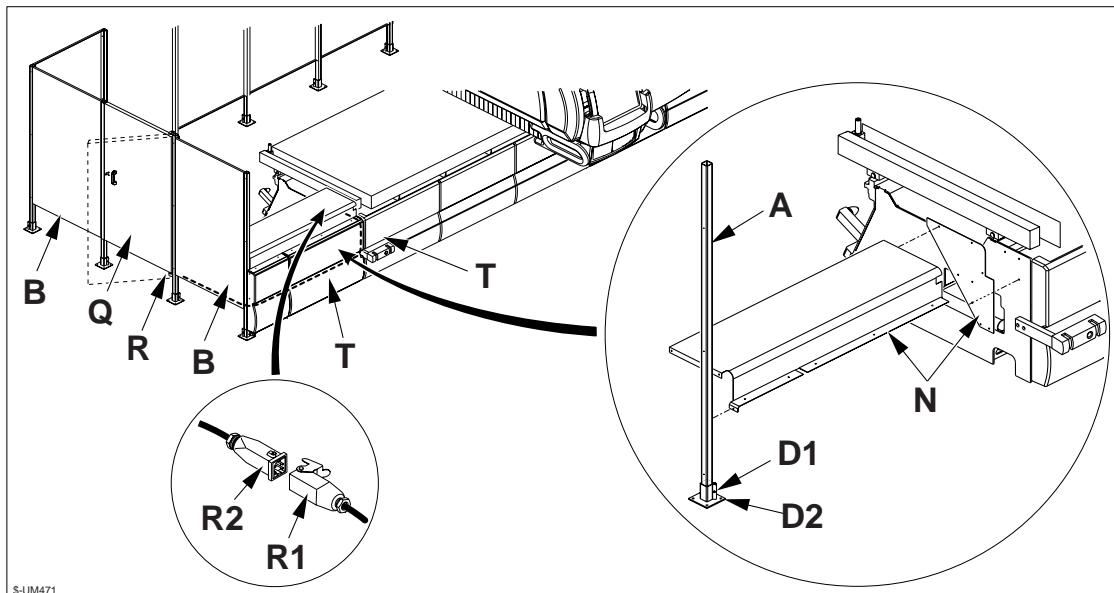

Fig. 4.5.1a
- fissare il carter N (fig. 4.5.1a) al basamento della macchina ed al piantone A